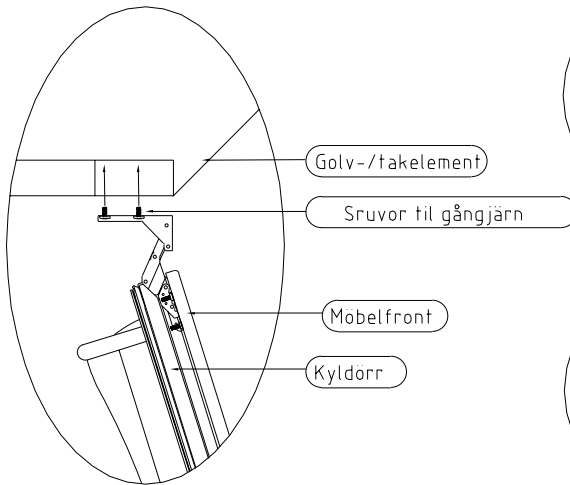

Fig 5
3. **Skåpdörr:** Skruva först ut fästskruvarna för gångjärn som sitter fästskruvade i golv och tak på den valda sidan med den medföljande sexkantsnyckeln. Öppna gångjärnen som är monterade på dörren. Dörren hålls i öppet läge medan gångjärnsskruvarna träas igenom hålen i gångjärnen och skruvas i (inte helt och hållet) i golv och tak, se fig. 5. **OBS! Om du är ensam under monteringen använder du ett stöd under kyl dörren i rätt höjd för gångjärnen och låter dörren vila på detta medan du skruvar i gångjärnen.**